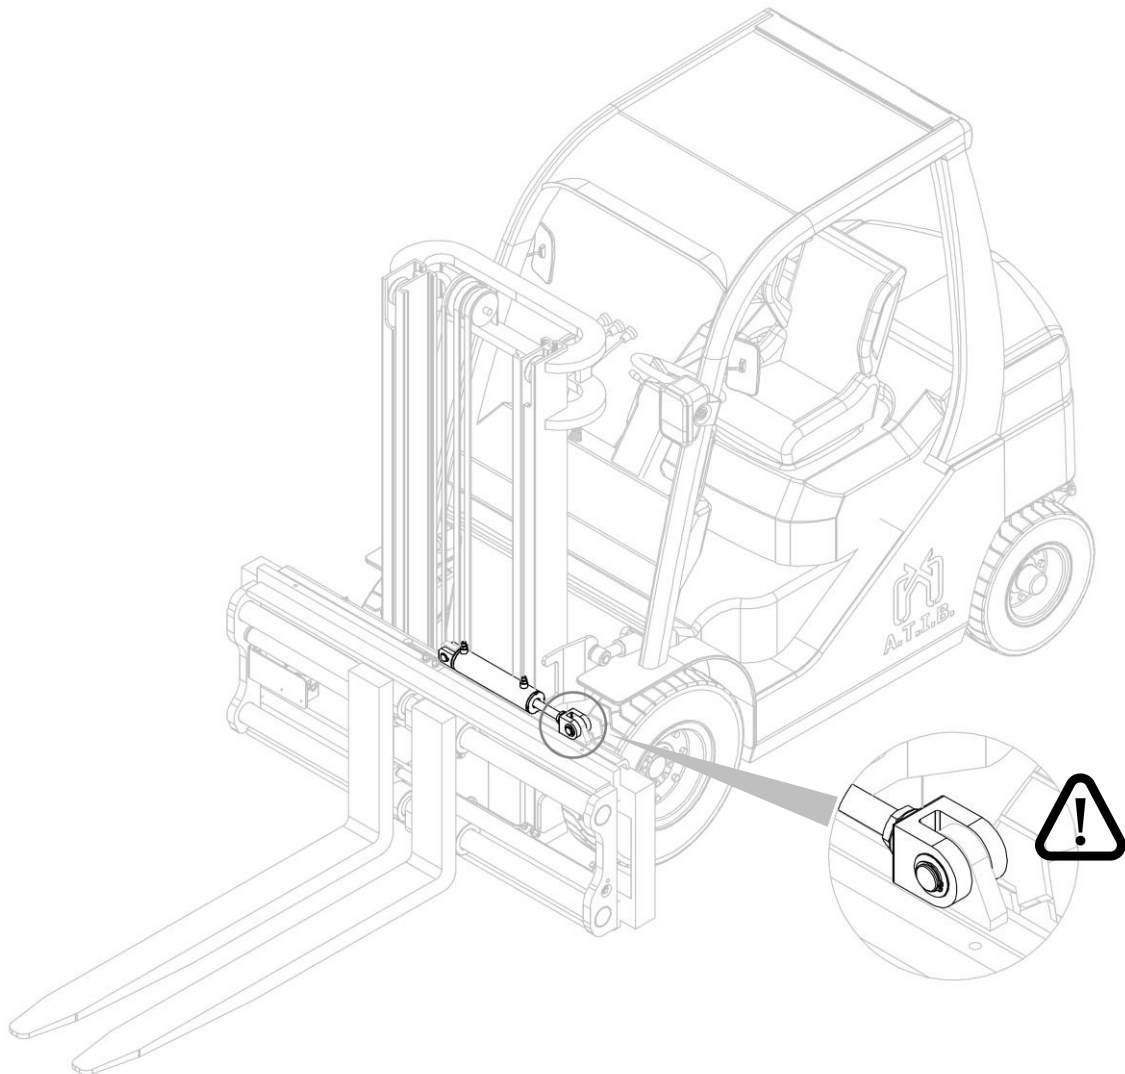

Figura 9
9. Vuelve a colocar el cilindro de desplazamiento, utilizando los pasadores y anillos retirados anteriormente (mira *Figura 9*).